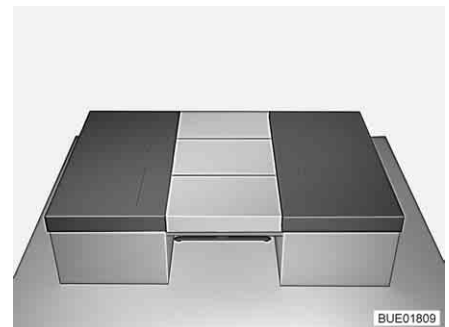

Fig. 93 Après la transformation
- Placer trois coussins de dossier sur la table (voir Fig. 93).